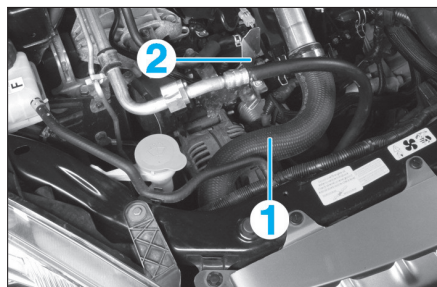

Fig. 2
- la durit de suralimentation (1) (Fig.2),
- la tôle de protection (2).